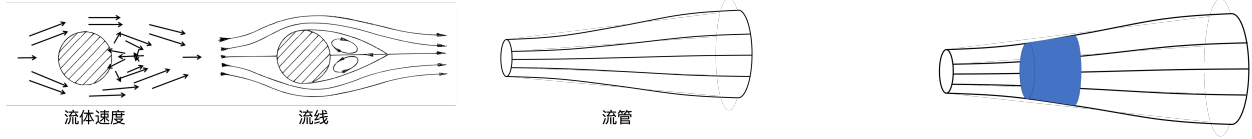

图 10. 流场、流线、流管
1. **定常流动 (steady flow)** 定常流动是一种简单且常见的流动方式。所谓定常流动，是指流场各处的流速 \vec{v} 不随时间变化的情形 $\vec{v} = \vec{v}(\vec{x})$ 。注意，流体做定常流动时，流速仍然可能随着空间改变，即不同地点的流速可以不同。而另一方面，如果追踪一个流体元的运动，其速度仍然会发生改变，因此定常流动时流体元仍然具有加速度。在定常流动中，流线和流管是静止不动的，流体在流管中运动，如图 10 所示。